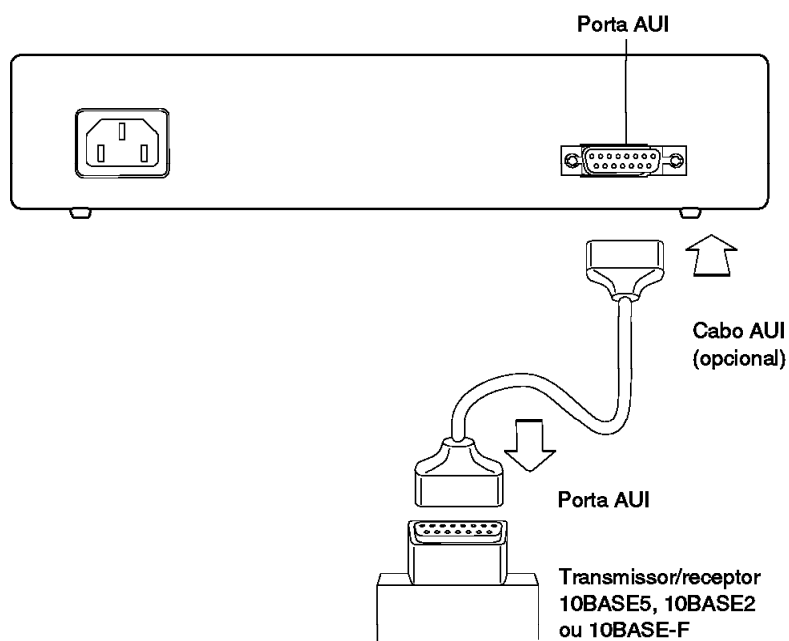

Figura 2-5. Conexão do Cabo AUI (Modelo 016)
- 1 Conecte uma extremidade do cabo AUI à porta AUI do Hub Ethernet Desktop e a outra extremidade no transmissor/receptor 10BASE5, 10BASE2 ou 10BASE-F. Consulte a Figura 2-5 na página 2-12 para visualizar esta conexão.